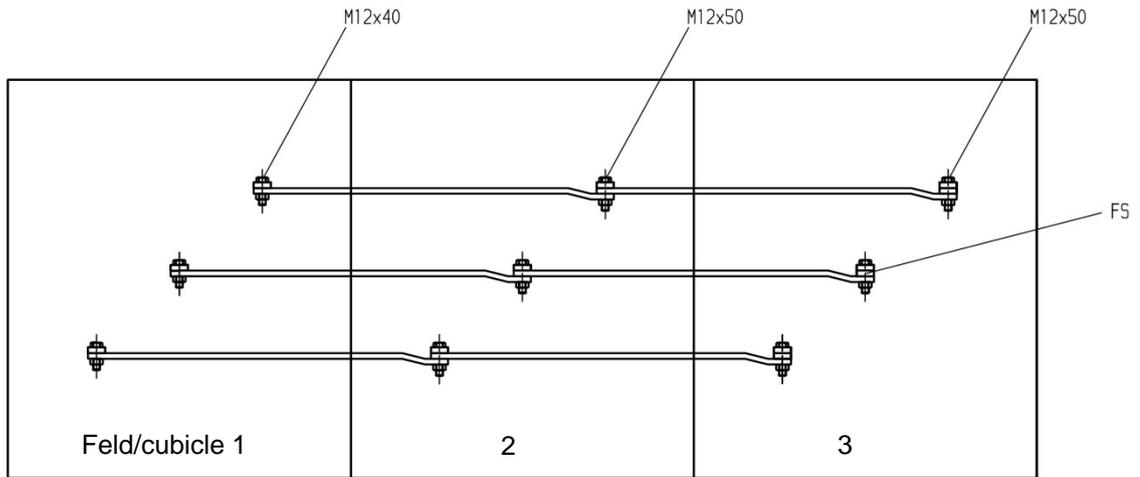

Bild 22-1: Sammelschienenanschluss
- Verwenden Sie zum Anschluss der Flachleiter die mitgelieferten Sechskantschrauben und stellen Sie die Verbindung entsprechend Bild 22-1 her. Im letzten Feld sind die mitgelieferten Futterstücke (FS) einzusetzen. Die Sammelschienenstücke reichen von der rechten Klemmstelle der Sammelschienen zur linken Klemmstelle der Sammelschienen im Nachbarschaltfeld.